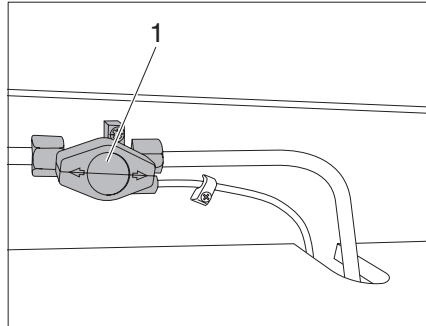

Bild 70 Gasabsperrventil Kochstelle
- ▶ Vor Inbetriebnahme eines gasbetriebenen Einbaugeräts das Haupt-Absperrventil an der Gasflasche und das Gasabsperrventil (Bild 70,1) öffnen.